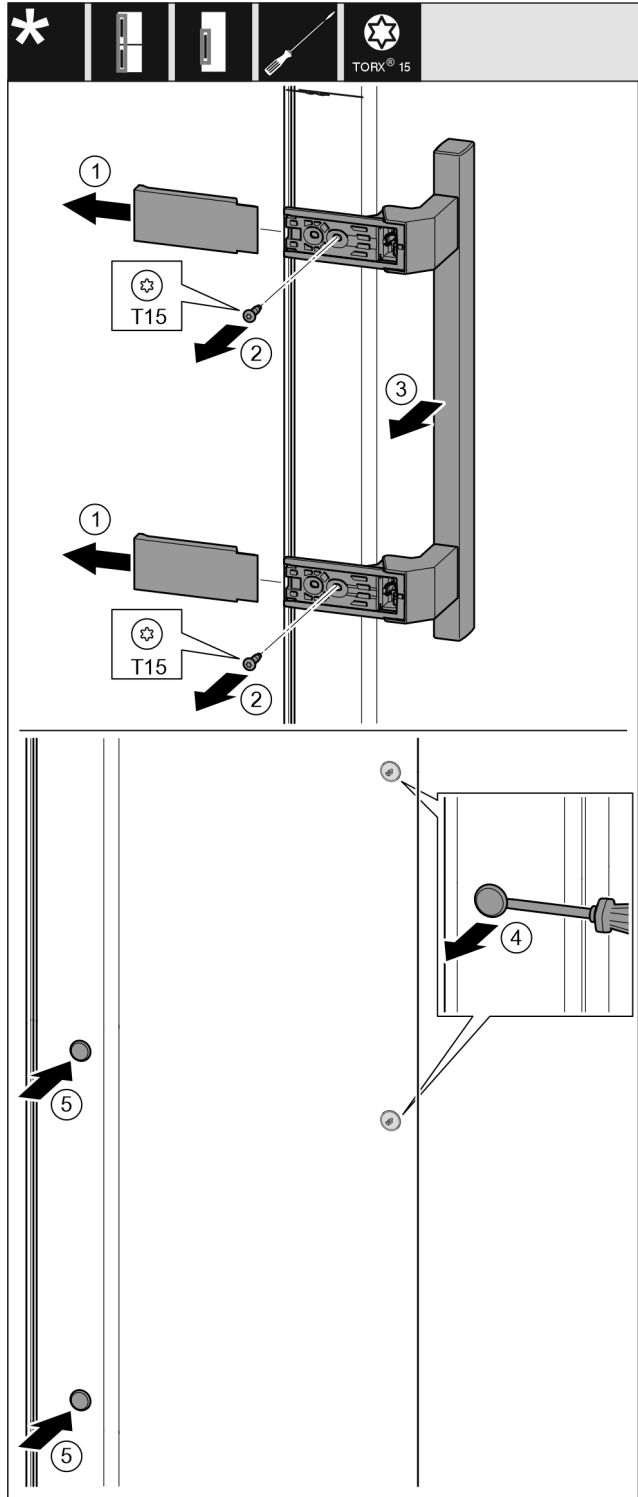

Fig. 19
- ▶ Desprindeți apărătoarea. Fig. 19 (1)
- ▶ Extrageți prin rotire șuruburile cu șurubelnița T15. Fig. 19 (2)
- ▶ Detașați mânerul. Fig. 19 (3)
- ▶ Ridicați cu precauție dopul lateral cu o șurubelniță plată și extrageți-l. Fig. 19 (4)
- ▶ Introduceți dopul pe partea opusă. Fig. 19 (5)